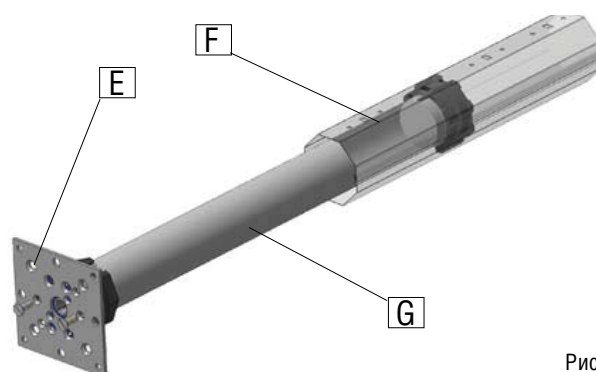

Рис.2
- Установите площадку привода (D) на крепеж и затем установите регулируемую капсулу на противоположном конце вала.
**ПРЕДУПРЕЖДЕНИЕ:** Длинные фиксирующие винты для крепления колец на валу могут достать до корпуса двигателя. Используйте короткие фиксирующие винты, не соприкасающиеся с корпусом привода внутри вала (Рис.2). Винты не должны заходить в вал не более чем на 4 мм.